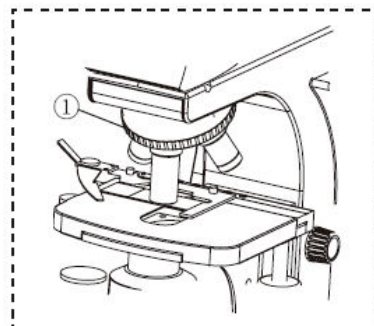

Fig. 16
a) Rotiți port-obiectivul rotativ de jantă (① din Fig.16) fixa obiectivul dorit în calea luminii și opriți-l în poziția